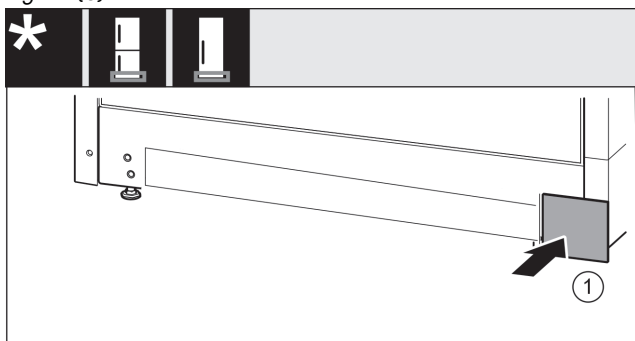

Fig. 15
- ▶ Așezați apărătoarea din nou pe cealaltă parte. Fig. 15 (1)